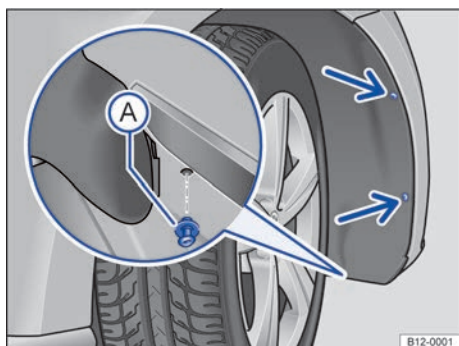

Fig. 147 En el pasarueda delantero derecho: retirar los tornillos de fijación (flechas) y desmontar el remache de expansión (A).
Retirar los tornillos de fijación del guardabarros → fig. 147 (flechas) con la ayuda de un destornillador.
3. Desmontar el remache de expansión delantero inferior del guardabarros → fig. 147 (A) y retirarlo totalmente.
14. Volver a colocar el remache de expansión en el guardabarros y en la aleta y presionar hacia adentro → fig. 147 (A).
15. Volver a colocar los tornillos de fijación → fig. 147 (flechas) y ajustarlos.